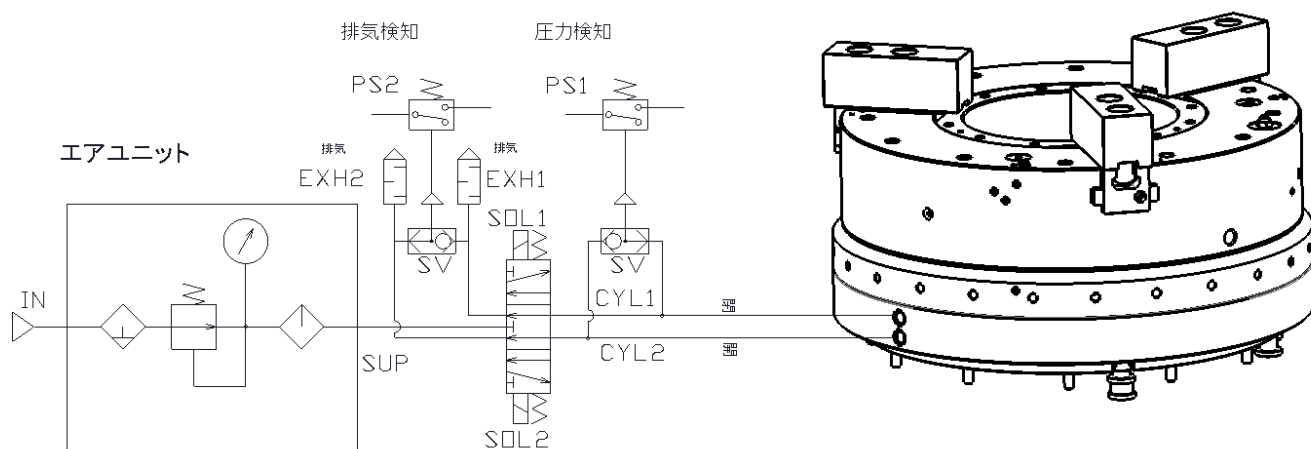

図 16
エア回路は図 16 を参考にして下さい。
- 背圧が立った状態でスピンドルを回転させると、エアサプライリング内のシールが損傷し、把握力不足により工作物が飛散して危険。図 16 のように排気検知を行い、背圧が立っている場合にはスピンドルを回転させないような回路設計にする必要がある。